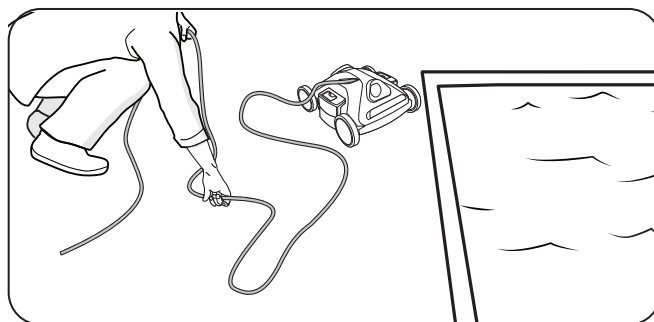

Figure 17. Démêler le câble flottant
2. Commencer au niveau de la tête du robot nettoyeur, retirer tous les nœuds et enchevêtrements au niveau du câble flottant. Étendre le câble au soleil afin de l'aplanir complètement (Figure 17).